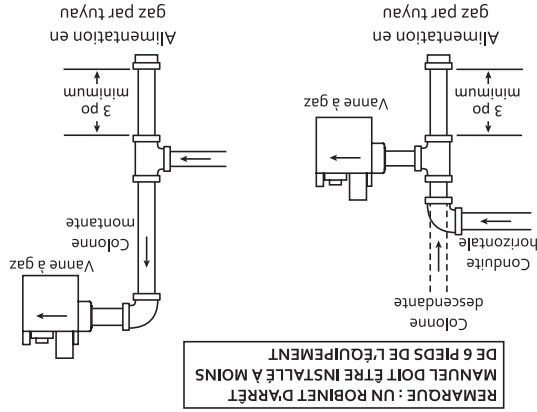

Fig. 4 – Tuyauterie type d'une vanne à gaz
5. Appliquez du mastic d'étanchéité (pâte lubrifiante) **approuvé pour tous les gaz, uniquement sur les filets mâles des joints de tuyaux. N'appliquez PAS de mastic sur les deux premiers filets** (reportez-vous à la Figure 4 pour les raccordements types de tuyau).